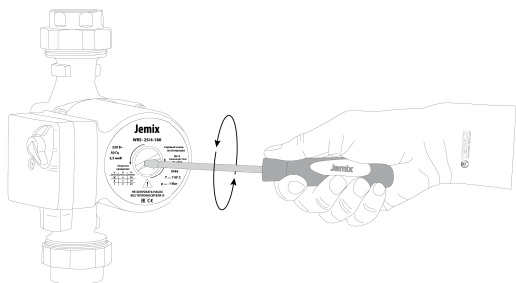

Рис. 2
- Если необходимо удалить воздух из электродвигателя, медленно отворачивайте крышку выпуска воздуха (рис. 2). При выпуске воздуха возможно вытекание некоторого количества теплоносителя (рис. 3).